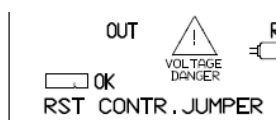

Bild 4.
1. Der UeberbrueckungsJumper der auf der Platine FBM-1 zu sehen ist (bild4). In der stellung OK wird die Phasenüberwachung FE-2 deaktiviert (diese stellung ist nicht empfehlenswert)